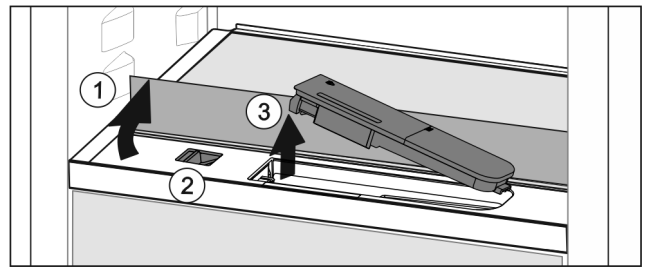

Fig. 120
- ▶ Levante la plancha de cristal y pliéguela hacia detrás hasta que haga tope Fig. 120 (1).
- ▶ Desplace el control deslizante Fig. 120 (2) hacia la izquierda.
- ▶ Retire el depósito de agua Fig. 120 (3).